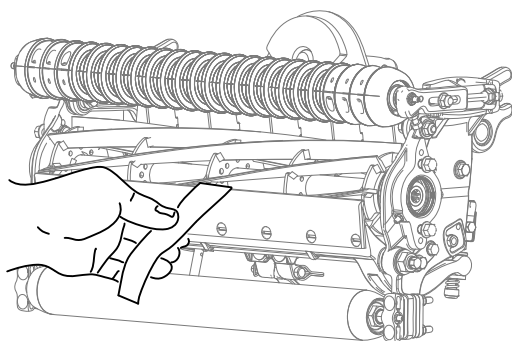

Рисунок 7
2. Проверьте режущую способность блока, вставив длинную полоску специальной бумаги (№ 125-5610 по каталогу Toro) между барабаном и неподвижным ножом, перпендикулярно неподвижному ножу (Рисунок 7). Медленно проверните барабан вперед. При этом бумага должна разрезаться.